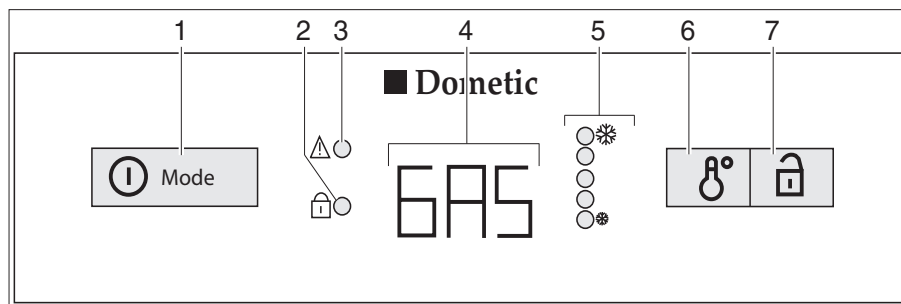

Fig. 200 Boutons de commande pour le réfrigérateur (Dometic Série 8 avec AES)
En cas de dysfonctionnement, l'indicateur DEL de dysfonctionnement "⚠" (Fig. 200,3) clignote.
Lorsque l'alimentation 230 V n'est **pas** branchée et le moteur du véhicule est à **l'arrêt**, le AES choisira automatiquement l'alimentation en gaz. Dès que le fonctionnement au gaz est activé, la veilleuse de sécurité s'ouvre automatiquement, de sorte que le gaz peut arriver au brûleur. En même temps, l'allumage électronique est connecté. Si la flamme s'éteint, p. ex. en raison d'un courant d'air, l'allumage s'active automatiquement et rallume le gaz. En cas de dysfonctionnement du régime au gaz, le texte "GAS" clignote dans le voyant de contrôle (Fig. 200,4).
Lorsque le réfrigérateur est mis en marche, il choisit automatiquement la température moyenne du thermostat. Ce réglage peut cependant être corrigé manuellement à l'aide d'interrupteur réglage de la température (Fig. 200,6). Les indicateurs DEL (Fig. 200,5) indiquent le réglage du thermostat sélectionné. La température de réfrigération de tous les trois types d'énergie est réglée par le même interrupteur. Il faudra attendre quelques heures jusqu'à ce que le réfrigérateur ait atteint sa température normale de réfrigération. Il garde toutefois son réglage de température lorsqu'on change d'un mode à un autre. La température de réfrigération est maintenue indépendamment du type d'énergie choisi.
- Appuyer sur le commutateur/sélecteur de source d'énergie (Fig. 200,1) pendant 2 secondes pour mettre l'appareil en marche. Le dernier mode de fonctionnement sélectionné est indiqué dans le voyant de contrôle (Fig. 200,4).
- Choisir le type d'énergie à l'aide du commutateur/sélecteur de source d'énergie (Fig. 200,1).
- Régler la température de refroidissement sur l'interrupteur de réglage de la température (Fig. 200,6). Les indicateurs DEL (Fig. 200,5) indiquent le réglage du thermostat sélectionné.
- Appuyer pendant 2 secondes sur le commutateur/sélecteur de source d'énergie (Fig. 200,1). Tous les indicateurs s'éteignent.